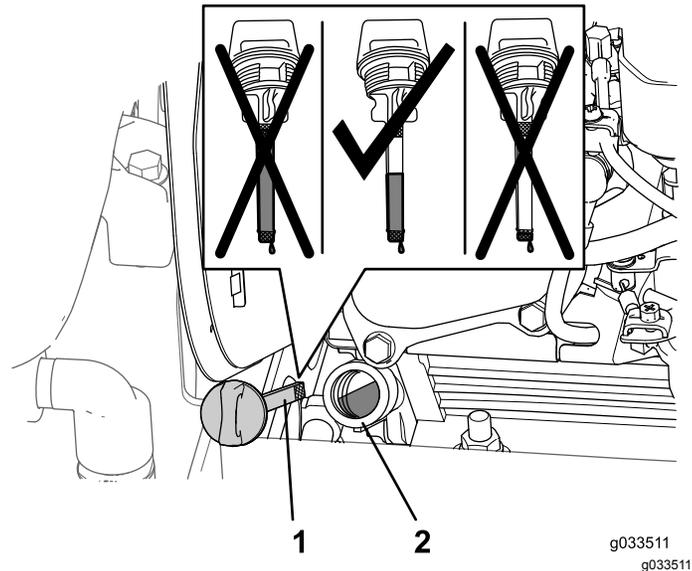

Figure 62
1. Sortez la jauge du goulot de remplissage sur le moteur et essuyez-la sur un chiffon propre (Figure 62).
2. Versez lentement 1,1 L (1,2 pte américaine) d'huile spécifiée dans le carter moteur par le goulot de remplissage (Figure 62).
4. Sortez la jauge du goulot de remplissage et vérifiez le niveau indiqué (Figure 62).
Remarque: Le niveau d'huile moteur doit se situer entre les zones hachurées sur la jauge (Figure 62).
6. Serrez la jauge à la main dans le goulot de remplissage (Figure 62).